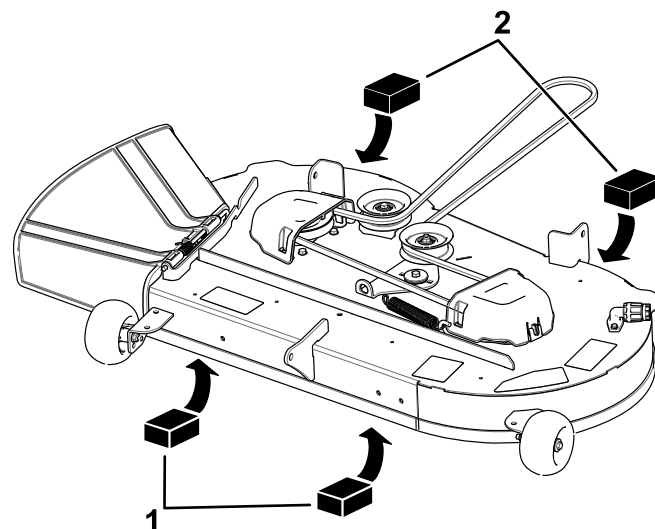

Figure 60
4. Placez deux cales de 6,6 cm (25/8 po) d'épaisseur chacune sous chaque côté du bord avant du tablier de coupe, mais pas sous les supports des galets anti-scalp (Figure 60).
5. Placez deux cales de 7,3 cm (27/8 po) d'épaisseur chacune sous le bord arrière de la jupe du tablier de coupe, une de chaque côté (Figure 60).